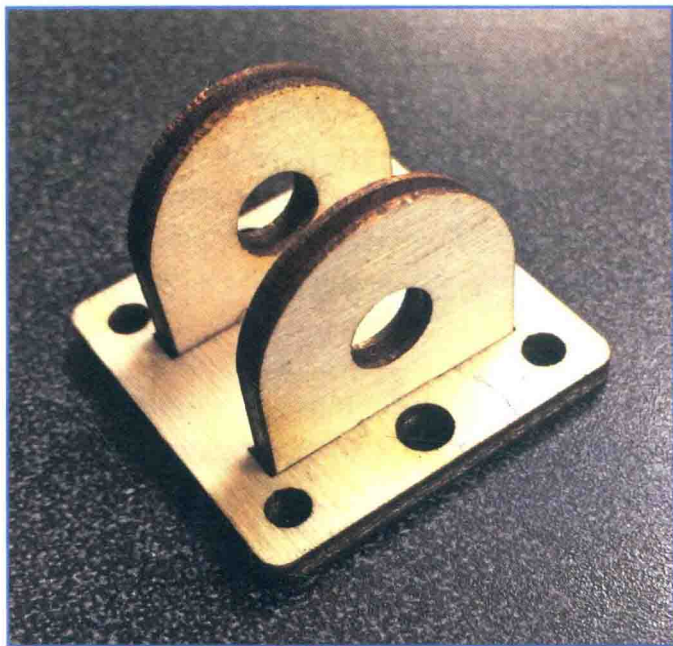

图 7.8 组装和粘合马达支架
3. 在木制垫圈干燥的同时，组装并粘合马达支架。在图 7.8 中可以看到一个支架——两部马达各需要一个支架。